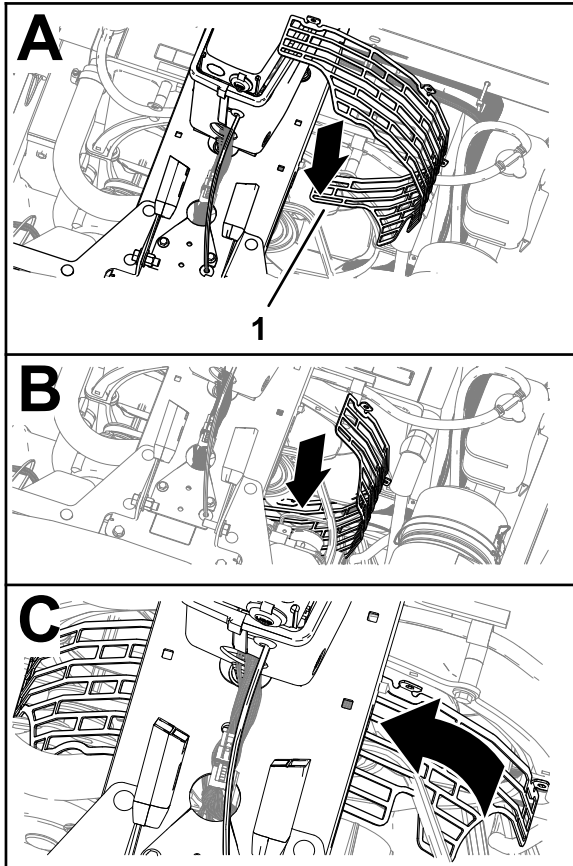

Figure 4
- Mettez en place la protection arrière du ventilateur et faites-la pivoter sous la console centrale, comme montré à la Figure 4.
- Fixez la protection avant à la protection arrière du ventilateur (Figure 4) à l'aide de 4 boulons de carrosserie (1/4" x 3/4") et 4 contre-écrous à embase (1/4").